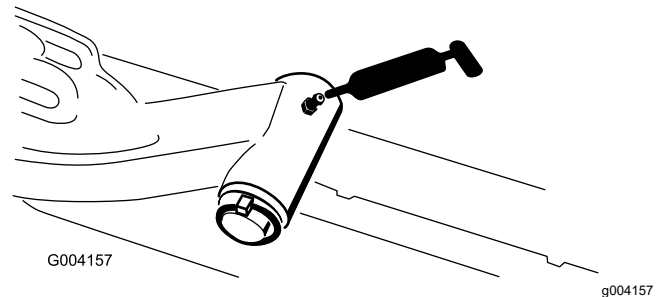

Figura 44
- Eje pivotante del brazo de elevación (1 en cada) – Figura 44